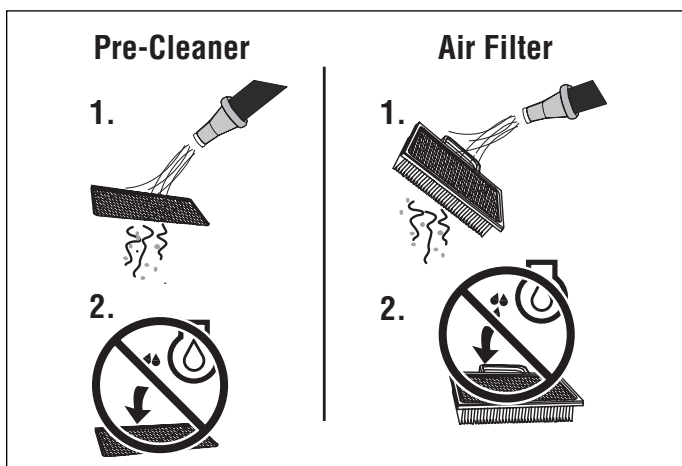

Figura 28. Manutenzione del filtro dell'aria
1. Figura 28. Lavare il pre-filtro in detergente liquido ed acqua.
1. Figura 28. Se il filtro riporta la dicitura "Washable" (Lavabile), può essere lavato con acqua calda e detergente neutro.